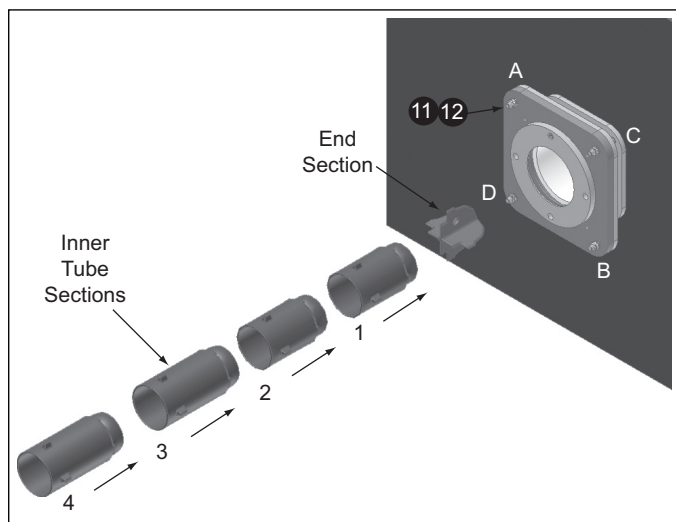

图 3.13
7. 用 M12 螺母和垫圈把法兰和延伸部分固定在一起 (见图 3.13)(编号 11 和 12), 如下:
- 用扳手轻拧螺钉, 按 A, B, C, D 的顺序 (参见图 3.13)
6. 安装内部陶瓷部分。参照表 3.1 中合适的内管部分不同数量的长 (235mm) 和短 (185mm)。从尾端开始, 把内管部分一个接一个, 然后推向外管的底端。确保内管部分完全安装在外管中。如果不安全安装, 燃烧器将运行不正常, 也有可能导致损坏。见图 3.13。